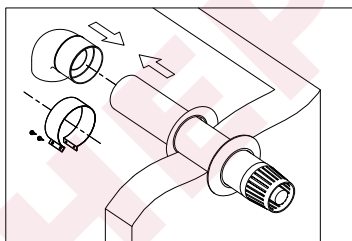
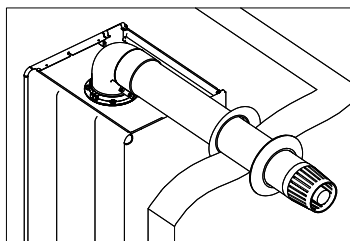
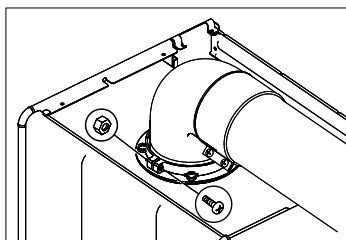

Рисунок 9c
Рисунок 9d
Рисунок 9e
- Для позиционирования наружного терминала дымоотвода установите на терминале наружный фартук (EPDM) (Рисунок 9c). Снаружи помещения вставьте терминал дымоотвода в заранее выполненное отверстие в стене. С внутренней стороны в помещении установите на терминале дымоотвода внутренний фартук для закрытия прохода в стене. Другой конец соединительной муфты EPDM, установленный с одной стороны на колене 90°, установите поверх конца терминала дымоотвода. Поверх соединительной муфты EPDM установите хомут, слегка зажмите винты на хомуте (Рисунок 9d). Затем установите колено 90° в соединительном фланце дымохода и закрепите крепежными винтами (Рисунок 9e). В завершении плотно зажмите винты, установленные в хомуте поверх муфты EPDM и затем, продвиньте внутренний фланец до упора к стене, обеспечив герметичность между дымоотводом и стеной.